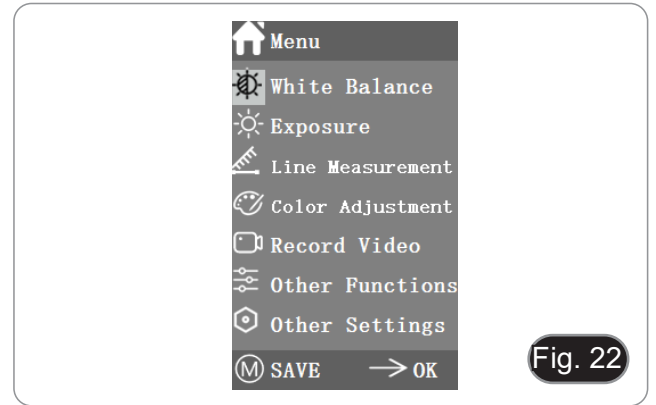

Fig. 22
2. La posición del cursor actual (es decir, la posición del icono resaltado) es la opción de la función de balance de blancos. (Fig. 22)